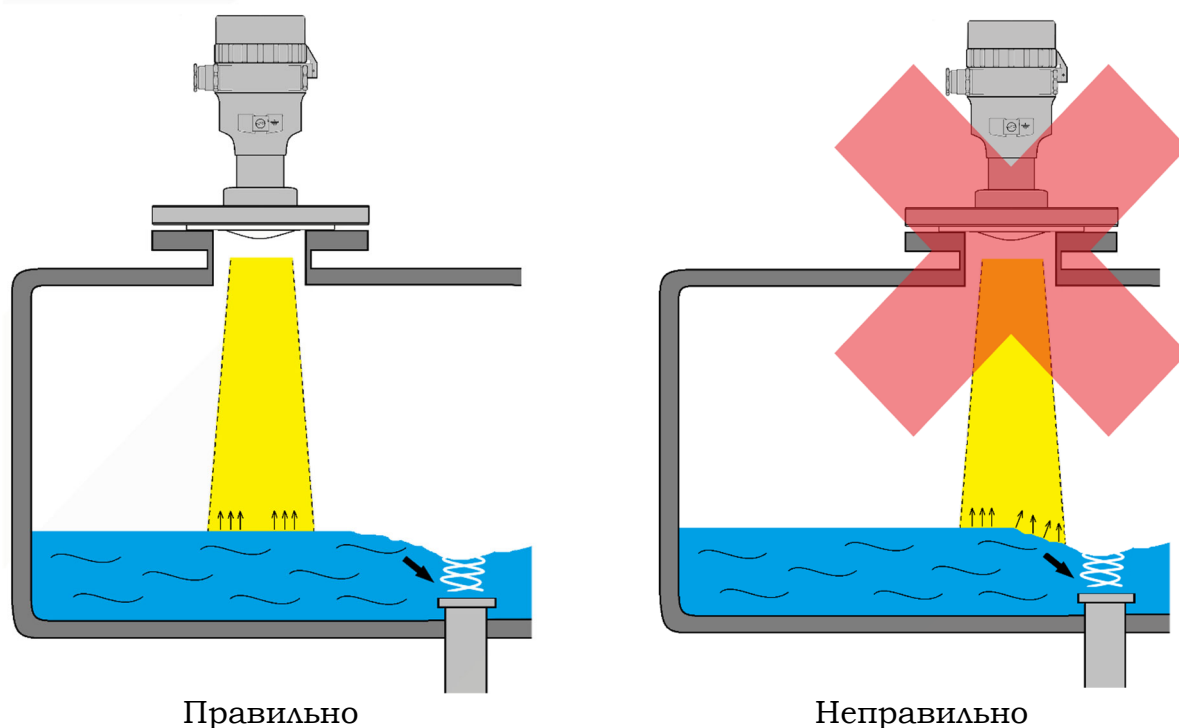

Рисунок 13 - Правильное и неправильное расположение преобразователя
- не допускается устанавливать преобразователь вблизи места слива, так как при попадании воронки в измерительный луч преобразователя может привести к ситуации, при которой измерения будут невозможны из-за потери полезного сигнала, связанного с изменением направления отраженного сигнала от наклонной поверхности (рисунок 13);